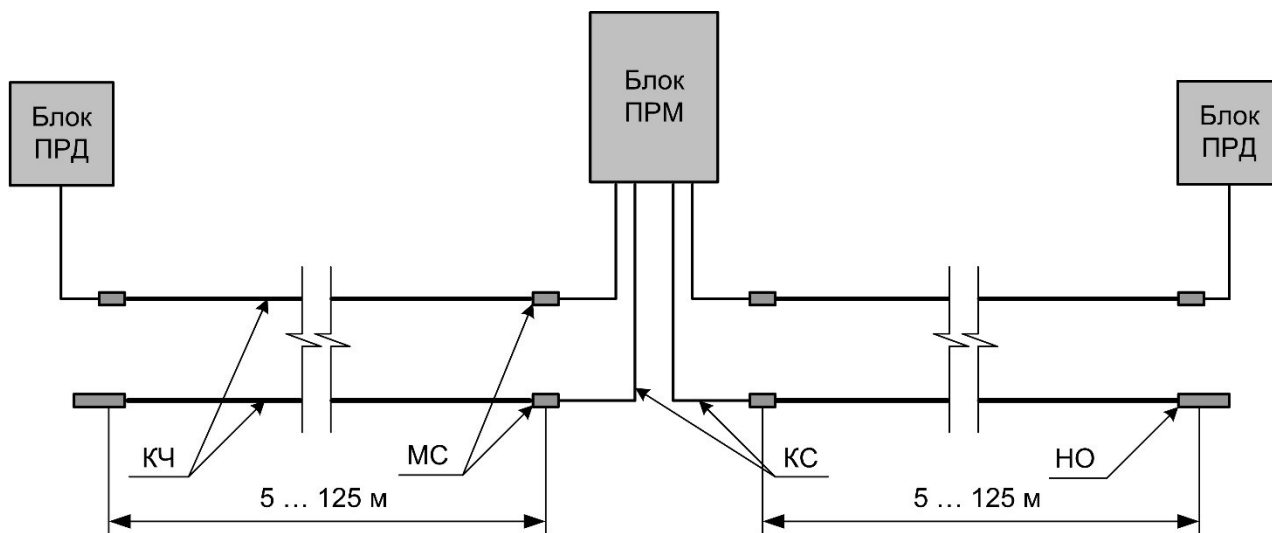

Рисунок 4.2- Структурная схема «ТРЕЗОР-Р02»
- двухканальный «ТРЕЗОР-Р02» ТРДУ.425142.003-02 (рис. 4.2) для блокирования периметра протяженностью до 250 м (два фланга, каждый от 5 до 125 м). Фланги отличаются разной рабочей частотой.